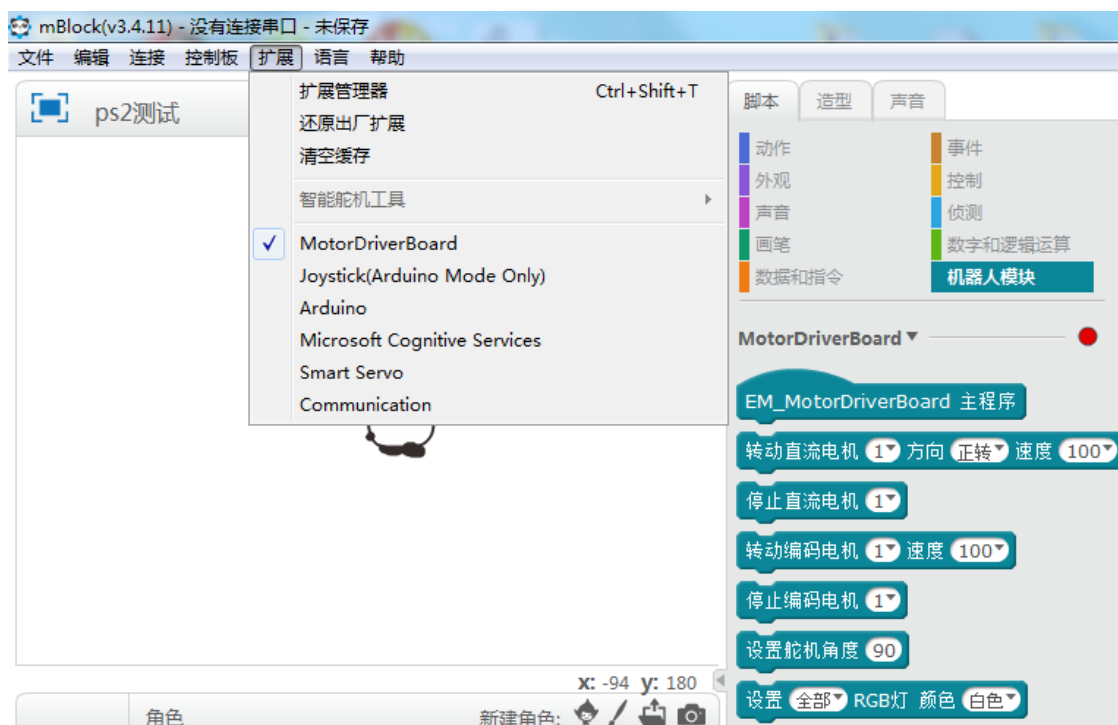

图 2-6
- 1) 首先将积木区的“EM\_MotorDriverBoard 主程序”用鼠标拖动到脚本区，再将“设置串口波特率 9600”拖动到“EM\_MotorDriverBoard 主程序”积木下边，如图 2-6 所示，